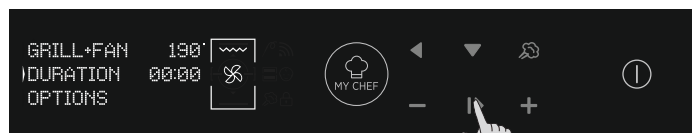

Figura 11
- Pulse ABAJO para cambiar la duración de la cocción. Se hace pulsando los botones MÁS y MENOS mientras con la flecha en la pantalla en la pestaña DURACIÓN. Pulse OK para empezar a cocinar o BACK para regresar a la programación de temperatura. (Figura 11)